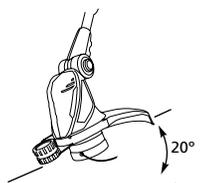
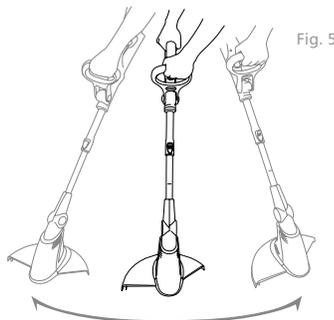

Fig. 4
Fig. 5
3. Cuando opere la desbrozadora sosténgala en un ángulo de aproximadamente 20° del nivel del suelo (fig.4) y balancee la desbrozadora de un lado a otro para realizar un corte uniforme (Fig. 5).